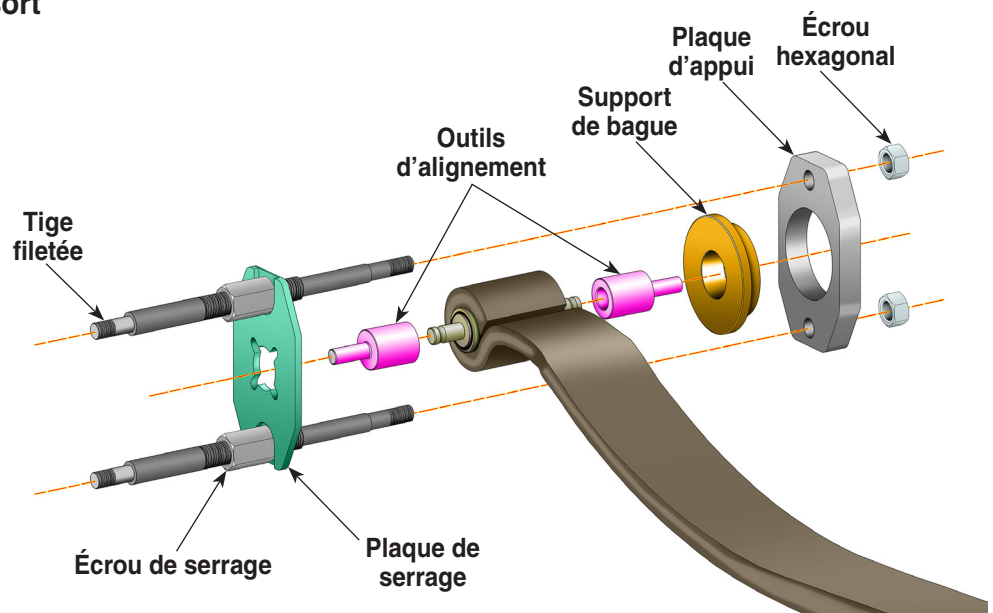

Figure 1
1. Insérez les deux *outils d'alignement* dans la bague, comme illustré dans la Figure 1.